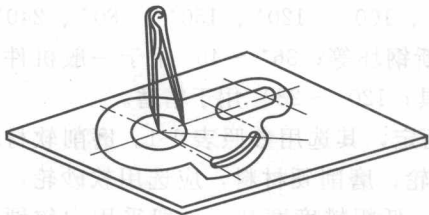

图 1-24 平面划线
- ① 平面划线。在工件的一个表面上划线,称平面划线,如图 1-24 所示。